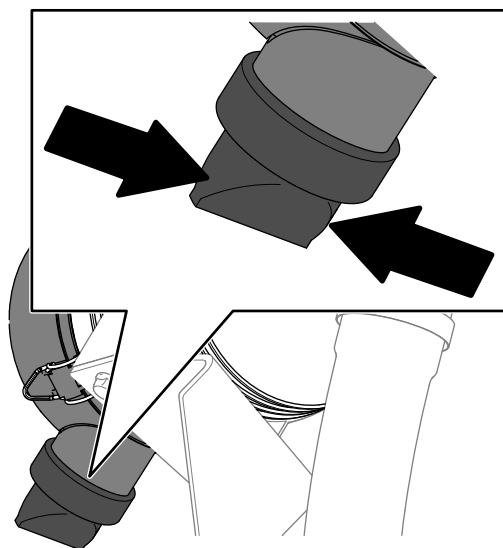

Figura 81
5. Apriete la válvula de expulsión de polvo (Figura 81).